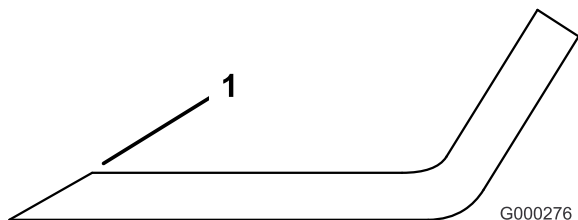

Figure 66
1. Au moyen d'une lime, aiguissez les tranchants aux deux extrémités de la lame (Figure 66). Veillez à conserver l'angle de coupe d'origine. Limez la même quantité de métal sur chacun des deux tranchants pour ne pas déséquilibrer la lame.